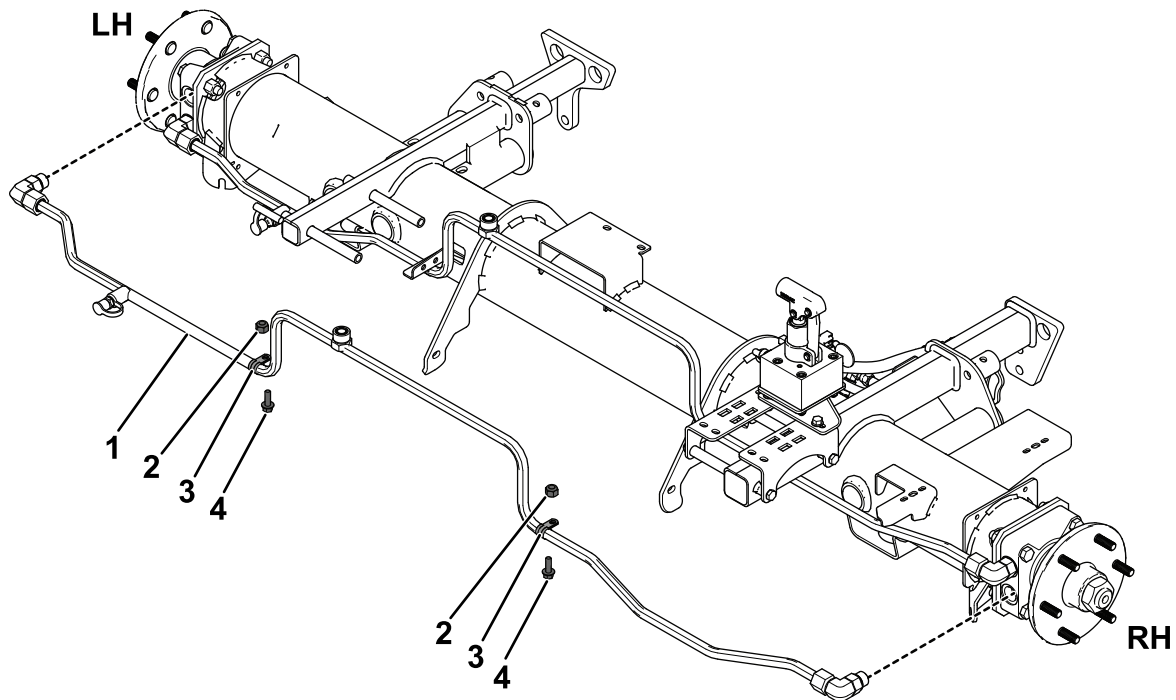

Bild 11
3. Schließen Sie das Hydraulikrohr vom oberen Anschlussstück am Radmotor vorne links und das untere Anschlussstück vom Radmotor vorne rechts ab (Bild 11).
4. Entfernen Sie die R-Klemmen, mit denen das Rohr am Rahmen befestigt ist (Bild 11).